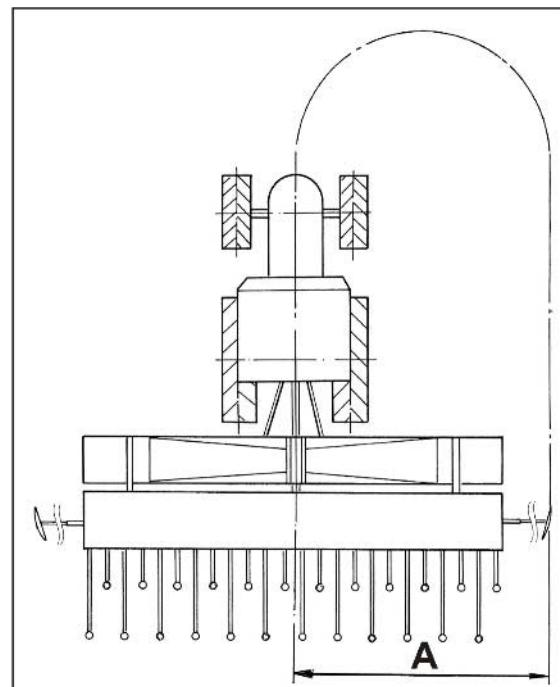

Рис. 98
- Теперь с помощью логарифмического диска узнайте значение положения редуктора для нужной нормы высева **175 кг/га** (Рис. 98/C). На нашем примере положение редуктора равно **70** (Рис. 98/D).